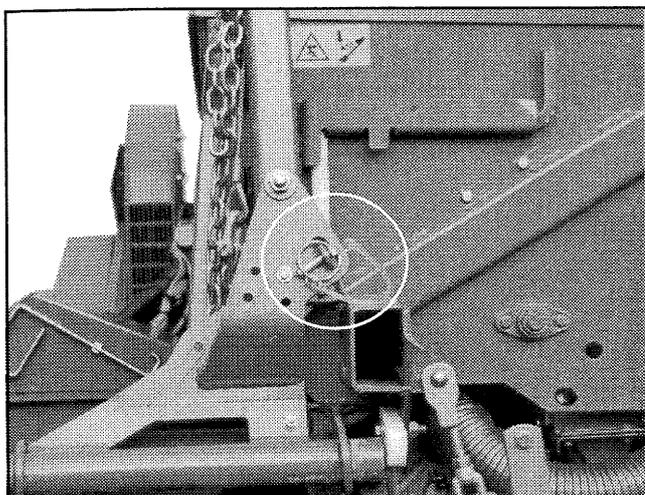

Fig. 7.2
- Die Spuranreißer nach Fig. 7.2 in Transportstellung bringen und sichern.